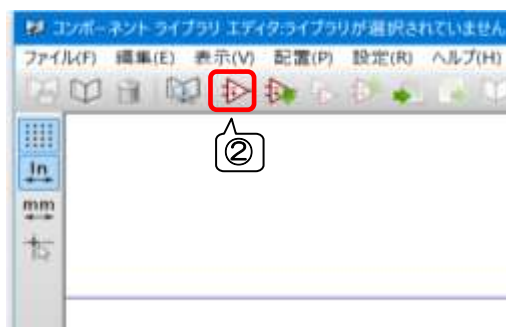

図 13-2
(2) 演習用プロジェクトの作成
- ① フォルダ ex-lib を新規作成します。(フォルダ作成位置は任意の場所でもよい)
- ② Eeschema (回路図エディタ) を起動します。
(3) コンポーネントの作成前処理
- ① KiCad マネージャから  「コンポーネントライブラリ エディタ」を起動します → コンポーネントライブラリエディタが開きます。 図 13-2